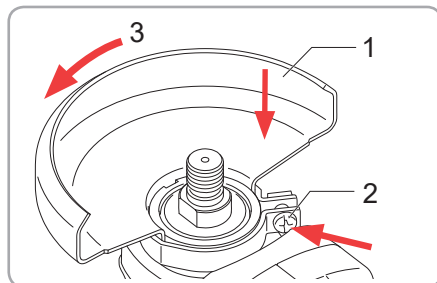

Fig.5
- Montați apărătoarea și prindeți-o cu șurubul de fixare Fig.5
- Strângeți bine șurubul Fig. 5 (2)
- Pentru a schimba poziția apărătorii trebuie slăbit șurubul de fixare. Fig. 5 (3)